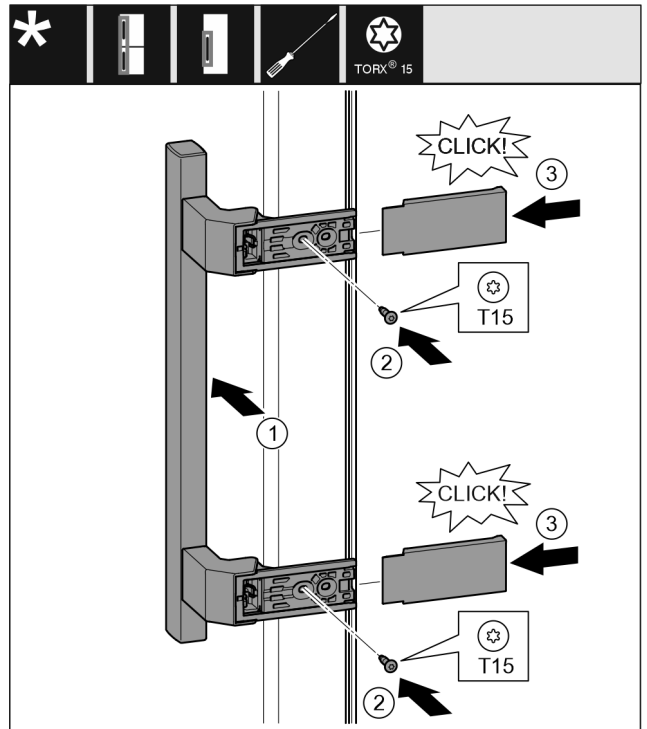

Fig. 19
- ▶ Držadlo nasadte na opačnú stranu. Fig. 19 (1)
- ▶ Skrutkovačom T15 pevne zaskrutkujte skrutky. Fig. 19 (2)
- ▶ Kryt nasadte a nasuňte z boku. Fig. 19 (3)